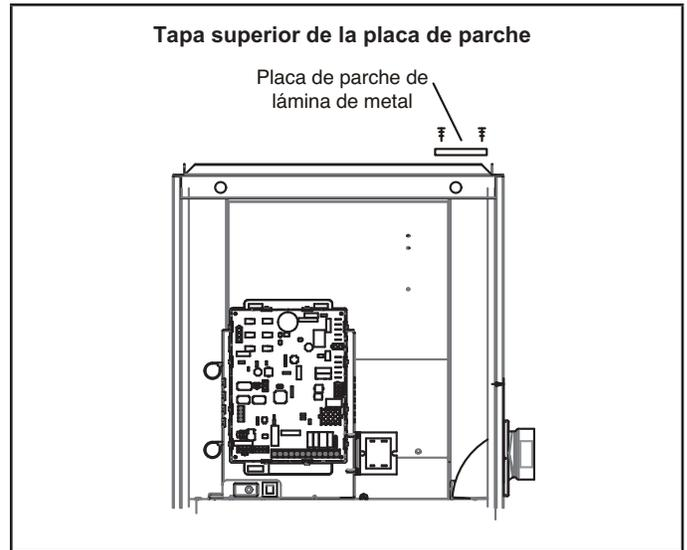

FIGURA 21
- 8 - Reutilice la placa de parche para cubrir el agujero en la tapa superior. Ver la FIGURA 21. Quite los dos tornillos que sujetan la tapa superior al calefactor en el lado derecho y reinstálela sujetando el borde derecho de la placa de parche y el lado derecho de la tapa superior al calefactor. Use dos tornillos para hoja metálica de autoperforación (incluidos) para terminar de sujetar el borde izquierdo de la placa de parche en el lado izquierdo.